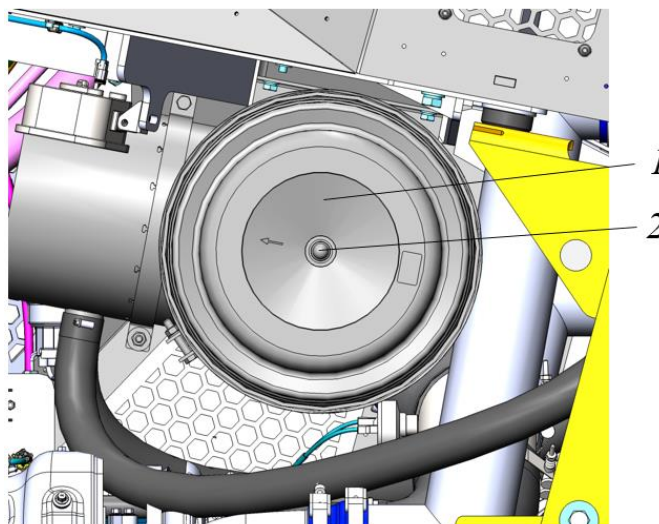

Рисунок 5.58. Корпус воздушного фильтра
- ▶ Ключом  на 17 открутить гайку крепления 2 (вместо гайки 2 может использоваться гайка-барашек) на крышке корпуса фильтра 1, рис. 5.58.
- ▶ Установить крышку 1 на корпус фильтра. Закрутить гайку 2 на крышке корпуса фильтра 1, рис. 5.58.